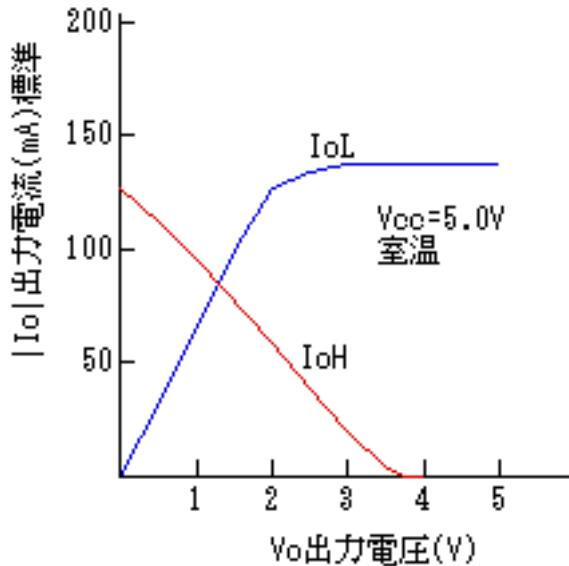

図 4.2 PO～P5 出力ドライブ特性(共通)
P0~P5、P10 はエミュレート回路により実現しているため、電気的特性が実チップとは異なります。図 4.2 に出力ドライブ特性を示します。入力のスレッショルドはすべて TTL レベルとなっております。
- P10 以外のポートについては、接続される回路によって実チップと比べて出力電圧が下がる可能性があります。(図 4.2 参照)